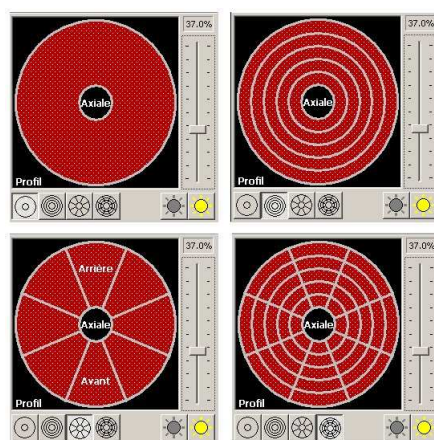

Figure 2: Modes d'éclairage épiscopique annulaire (surface)
*L'éclairage de surface peut être homogène, par anneau, par secteur ou par segment (figure 2).*